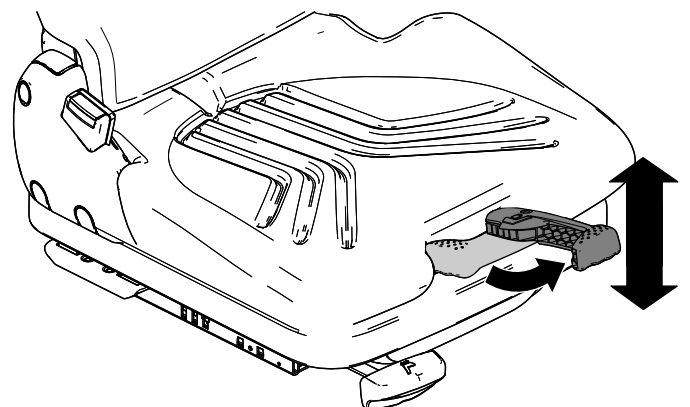

Bild 19
1. Ziehen Sie den Sitzfederungshebel heraus (Bild 19).